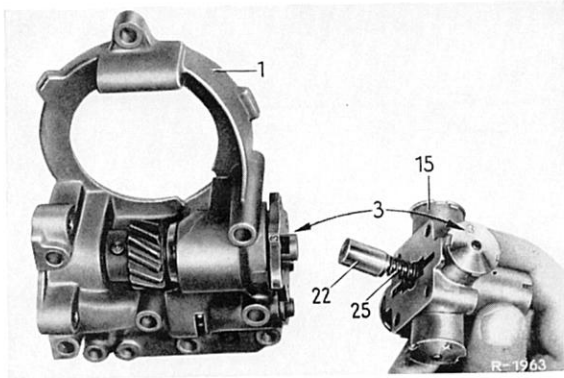

Bild 27-16/3
4 Regler (15) vom Lagerdeckel (1) nehmen. Auf den Druckreglerkolben (22) achten, damit dieser nicht herausfällt (Bild 27-16/3).